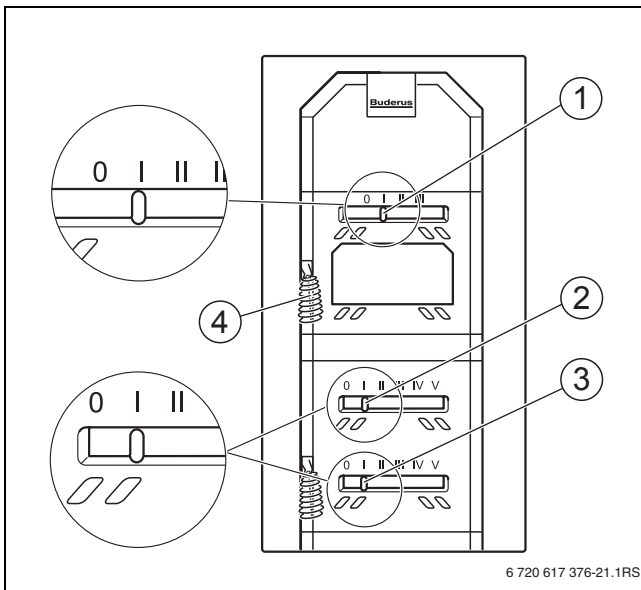

Bild 8 Heizeinsatz, Frontansicht
- ▶ Leistungseinstellung über den Schieber 3 vornehmen (→ Bild 8).